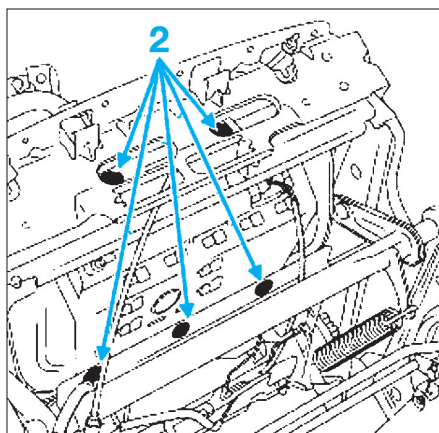

FIG. 7
- les vis de fixation (2) de l'airbag (Fig.7)